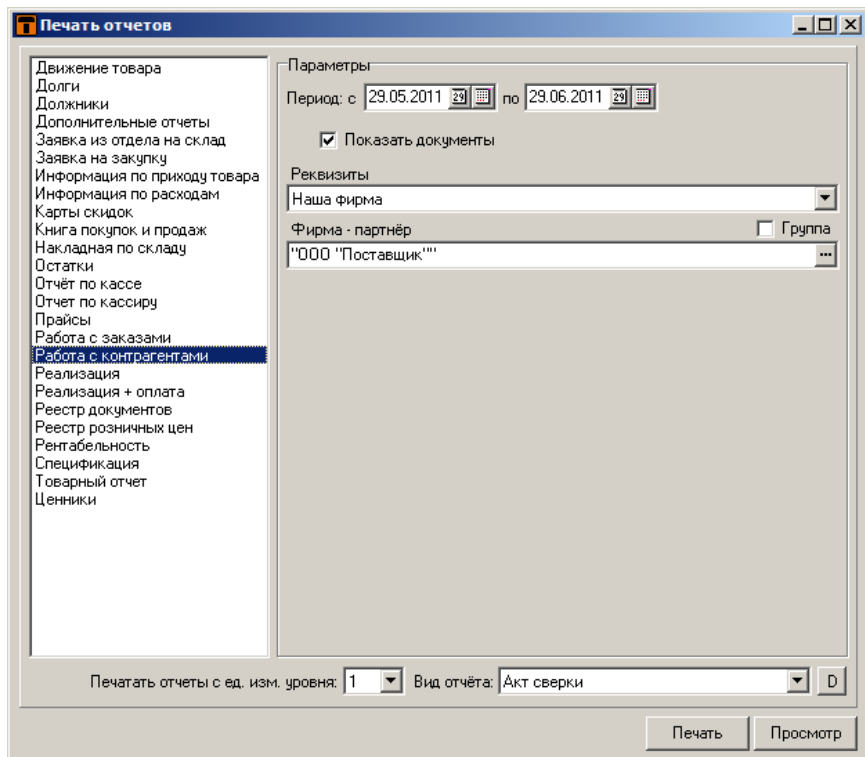

Рис. 152. Формирование отчета «Работа с контрагентами»
- В поле «Период» укажите временной интервал, за который вы хотите получить информацию (рис. 152).